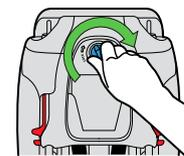

Figura 99
- Introduzca el panel de acceso y gire el cierre de dicho panel hacia a la derecha como se muestra en la **Figura 99**.